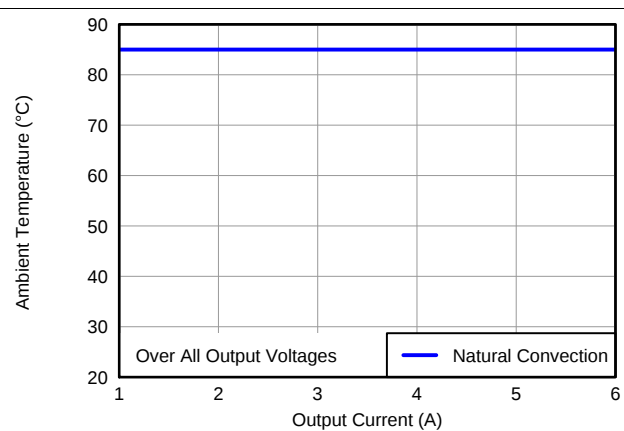

图 9. 安全操作区域
- (2) 温度降额曲线表明内部元件所处的温度等于或低于制造商的最高工作温度。降额限制适用于直接焊接至有 1 盎司覆铜的 100mm × 100mm 双面印刷电路板 (PCB) 的器件。适用于图 9。